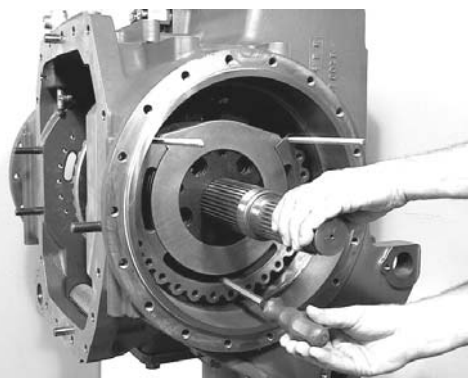

Figura 69
**Si el eje lateral no puede girarse, significa que los discos no se han montado correctamente (figura 69).**